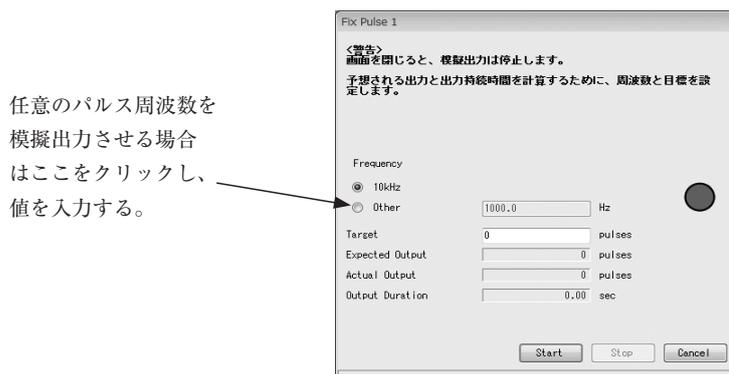

図127
- ② 次のウィンドウ(図127)が表示されます。模擬出力値を選択し、「Start」ボタンをクリックして下さい。なお、任意にパルス周波数を決めて出力させる場合は「Other」を選択し、出力させるパルス周波数を入力後「Start」ボタンをクリックしてください。
「Cancel」 ボタンをクリックすると、図127のウィンドウへ戻ります。
- ⑦ 「OK」 ボタンをクリックすると、図127のウィンドウに戻りますので、「Cancel」 ボタンをクリックし、「Fix Pulse」を終了してください。